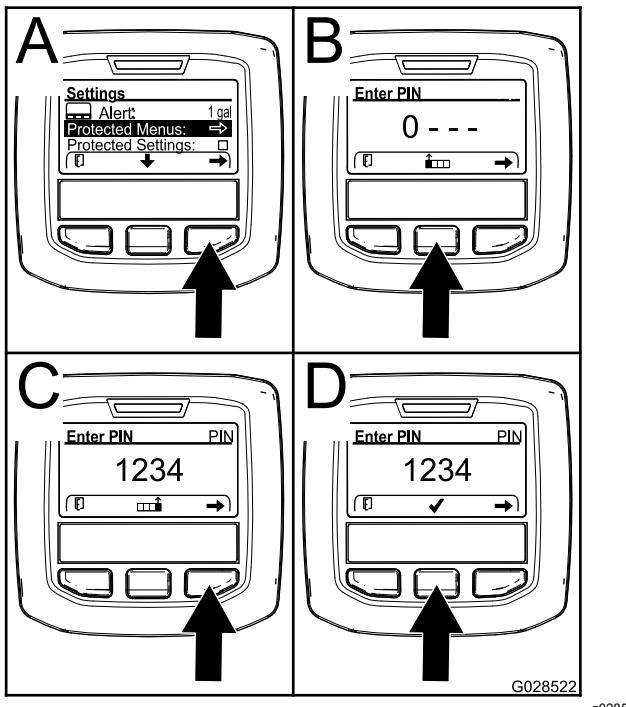

Рисунок 28
3. Чтобы ввести ПИН-код, нажмите среднюю кнопку и удерживайте ее в нажатом положении до появления первой цифры, затем нажмите правую кнопку, чтобы перейти на следующую цифру (Рисунок 28В и Рисунок 28С). Повторяйте этот пункт до тех пор, пока не будет введена последняя цифра, затем нажмите правую кнопку еще раз.
4. Нажмите среднюю кнопку для ввода ПИН-кода (Рисунок 28Д).